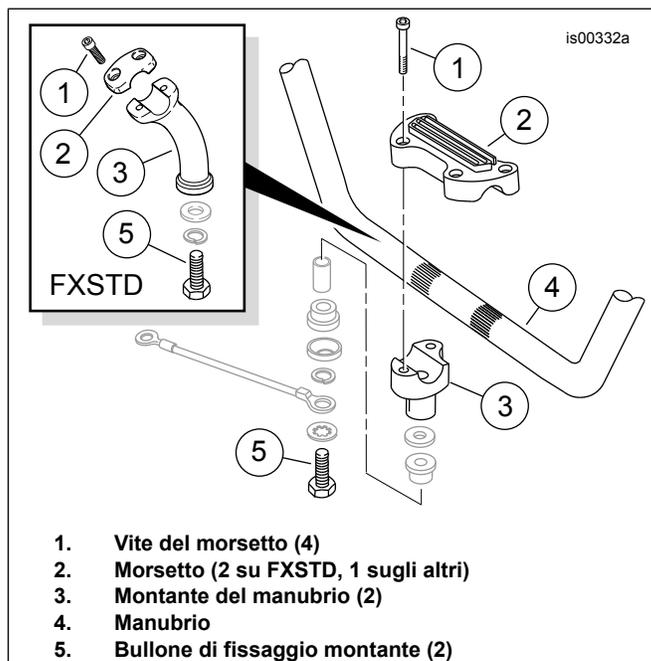
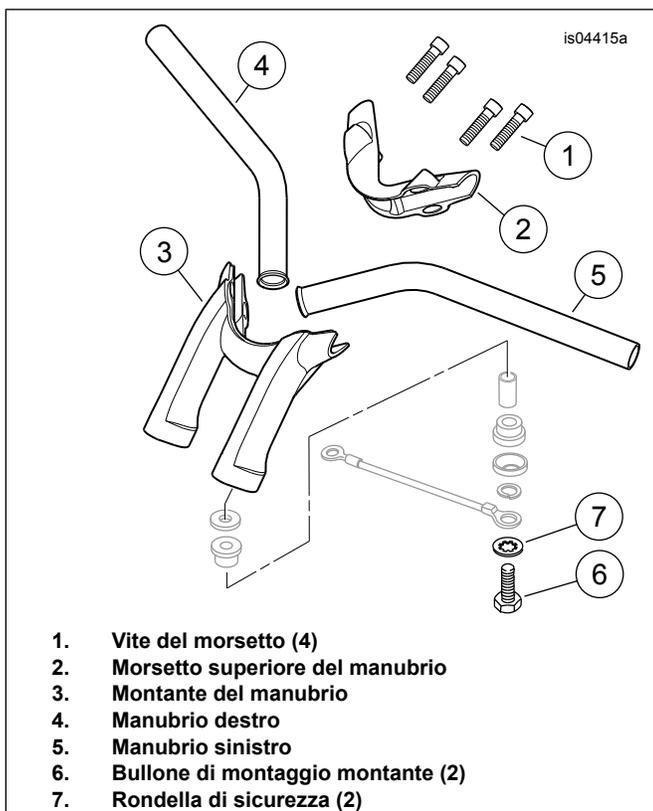

Figura 1. Morsetti e montanti per manubrio (modelli Dyna e Softail)
Figura 2. Morsetto e montante per manubrio (modelli Rocker)
12. **Per tutti i modelli Dyna e Softail TRANNE Rocker (FXCW/C):** Vedere Figura 1 . Rimuovere e scartare le viti (1), il morsetto superiore (2) e il manubrio (4). **Per i modelli Rocker (FXCW/C):** Vedere Figura 2 . Rimuovere e scartare le viti a esagono incassato (1) che fissano il morsetto superiore del manubrio (2) ai montanti (3). Rimuovere ed scartare il morsetto. Rimuovere i manubri (4 e 5) dalla motocicletta.
14. **Per tutti i modelli Dyna e Softail TRANNE Rocker (FXCW/C):** Vedere Figura 1 . Rimuovere i due bulloni di montaggio del montante (5) da sotto la piastra superiore della forcella. Rimuovere e scartare i montanti del manubrio (3), ma salvare l'hardware di isolamento del montante rimanente per un'installazione successiva. **Per i modelli Rocker (FXCW/C):** Vedere Figura 2 . Rimuovere e scartare i due bulloni di montaggio del montante (6) e le rondelle di sicurezza (7) da sotto la piastra superiore della forcella. Rimuovere e scartare i montanti del manubrio (3), ma salvare l'hardware di isolamento del montante rimanente per un'installazione successiva. **Per tutti i modelli Dyna e Softail :** Procedere a "NUOVO CABLAGGIO INTERNO DEL MANUBRIO".